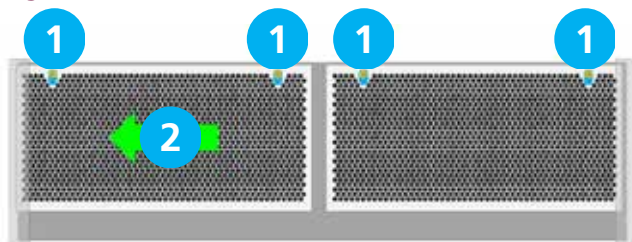

Fig 9.1 Point de fixation de la couverture GS
2. Unité GS, Desserrez (NE PAS ENLEVER) les vis situées en haut de chaque couvercle d'entrée avant [1] (voir figure 9.1 et 10 fente pour os de chien) puis faites glisser le couvercle gauche vers la gauche [2], ce qui permettra au couvercle de glisser sous le capuchon d'extrémité. Le couvercle suivant peut alors être poussé vers la gauche [3] (voir figure 9.1), ce qui permet de dégager de la fente pour vis [4] en le tirant vers l'avant et en le soulevant vers le haut pour le sortir de la rainure inférieure du boîtier.